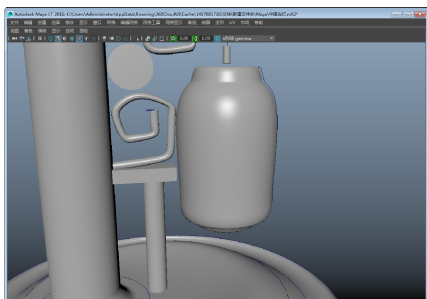

图 3-138 灯笼效果
- 15 依次执行【曲面】|【旋转】命令，创建出一个灯笼模型，并调整它的位置，如图 3-138 所示。